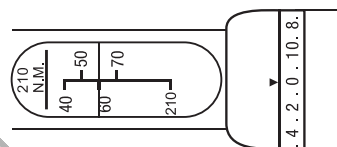

Fig. 2
- Cheia dinamometrică este acum setată la 66 Nm (Fig. 2).